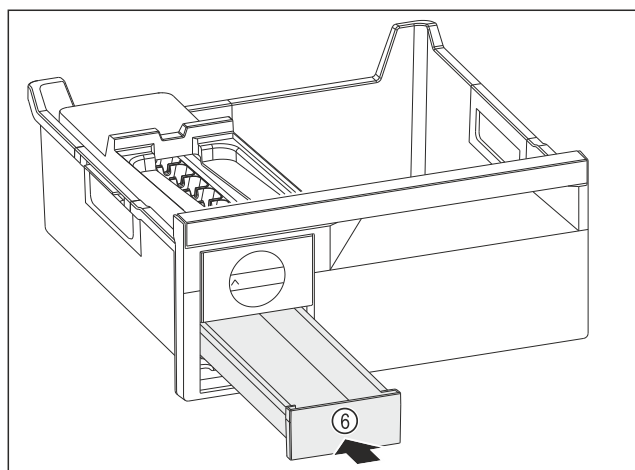

Fig. 188
- ▶ Ijsblokjesvak Fig. 188 (6) inschuiven.